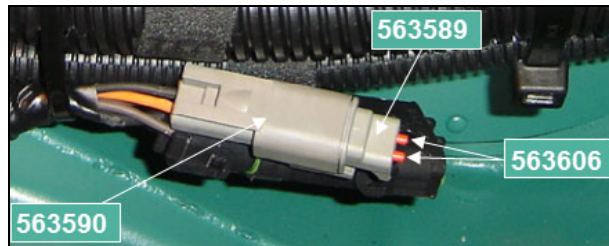

FIGURE 25: CONNECTEUR DEUTSCH
- 3) **Installation du connecteur gris** (FIGURE 23, FIGURE 24, FIGURE 25). Dans la section de câblage (étape précédente), identifier et séparer les circuits 9B et 0RA2. Installer un connecteur Deutsch DTM. Ce connecteur est installé pour un usage futur, éventuellement.